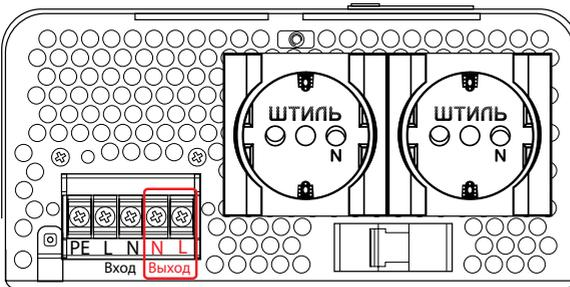

Рисунок 15. Стабилизатор Штиль IS2500, IS3000 и IS3500. Выводы «Выход N-L»
8. Убедившись в отсутствии напряжения на выходе стабилизатора, подключить нагрузку. Подключение нагрузки осуществляется у моделей IS350, IS550, IS1000, IS1500 и IS2000 к розеткам, у моделей IS2500, IS3000 и IS3500 к розеткам и к выводам «Выход N-L» (**рисунок 15**). Рекомендованное сечение кабеля для подключения нагрузки к выводам «Выход N-L» – 2,5 мм².